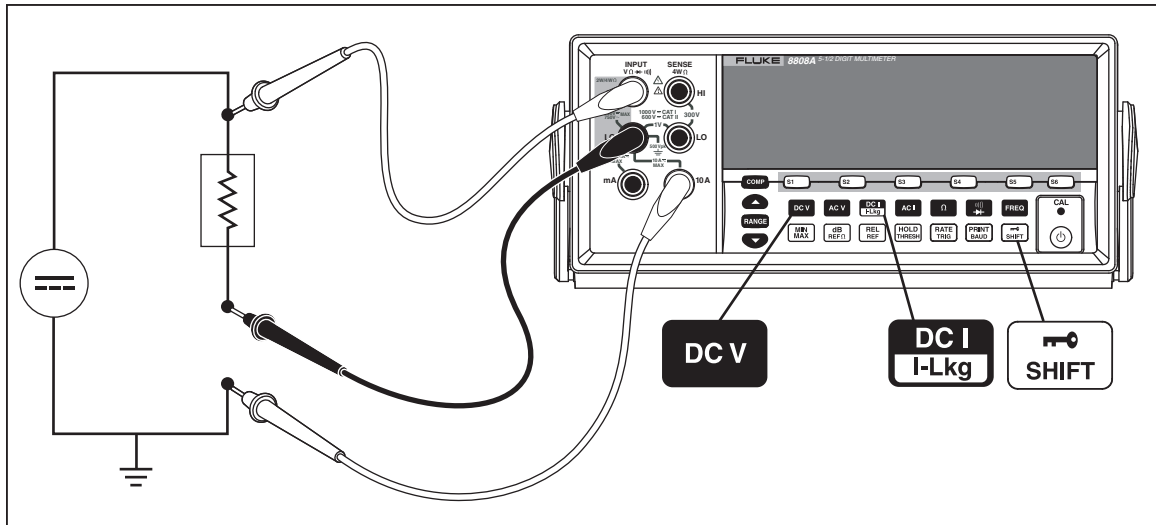

图 A-2. 对输入信号进行直流电压和直流电流测量
表A-2中所列的大多数应用均可通过连接到 **INPUT VΩ** 端子的一 HI 和 LO 端子的一组测试线完成。然而，若要测量一路输入信号的电压和电流，则需要三组测试线。请确保电压和电流测量共用相同的公共点，如图 A-2所示。然后只需要按照正常情况不使用电流钳测量电流的步骤执行即可。
4. 按图 A-2 所示，将测试线连接到测试电路，并从显示屏上读取测量值。尽管显示的电流为负值，但按照电流惯例，它实际上是正值。